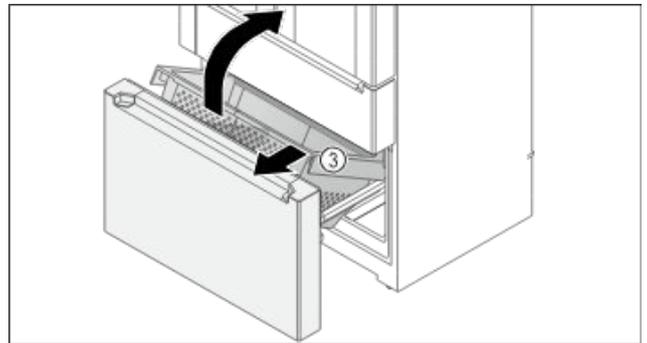

Fig. 151
- ▶ Behälter Fig. 151 (3) vorne hochheben.
- ▶ Behälter Fig. 151 (3) schräg nach vorne entnehmen.